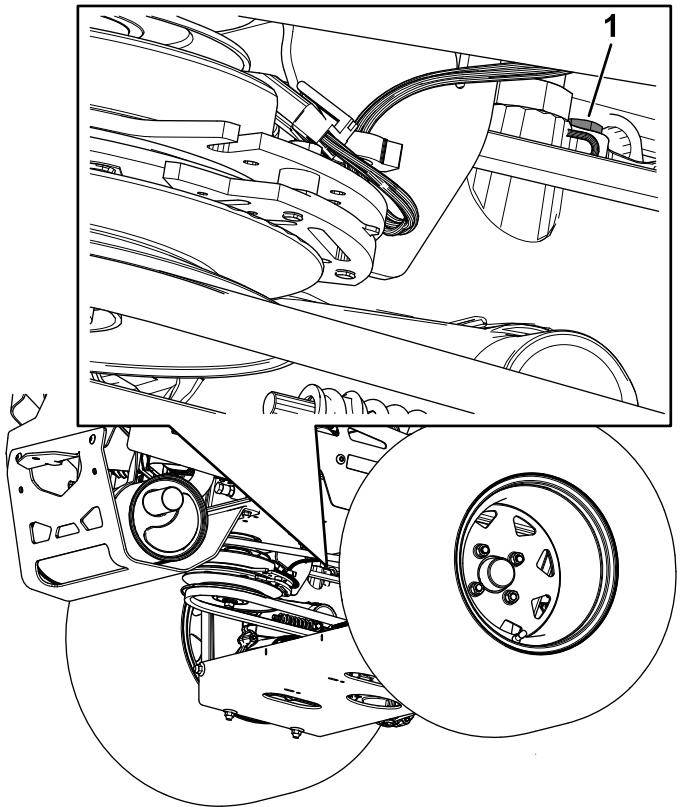

Figure 93
- **Système hydro ZT 5400** : utilisez une clé de 7/16 pouce pour accéder au bouchon d'aération par le dessous de la machine (Figure 93).